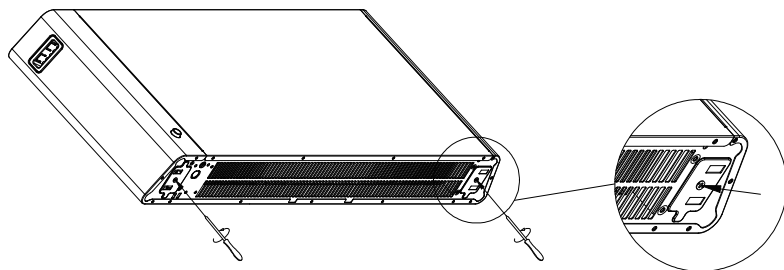

Fig.1
1. Irrota tuotteen pohjassa olevat kaksi ruuvia ruuvimeisselillä.(Fig. 1)